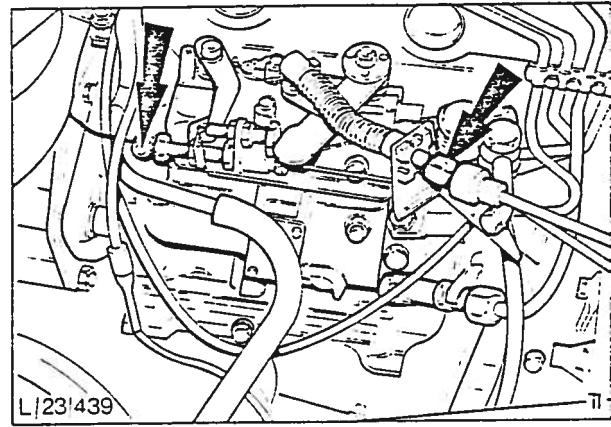

Fig. 60 Kabelens feste på pumpe.
4. Demonter kabelen fra pumpen (fig. 60) og ta vekk kabeien.